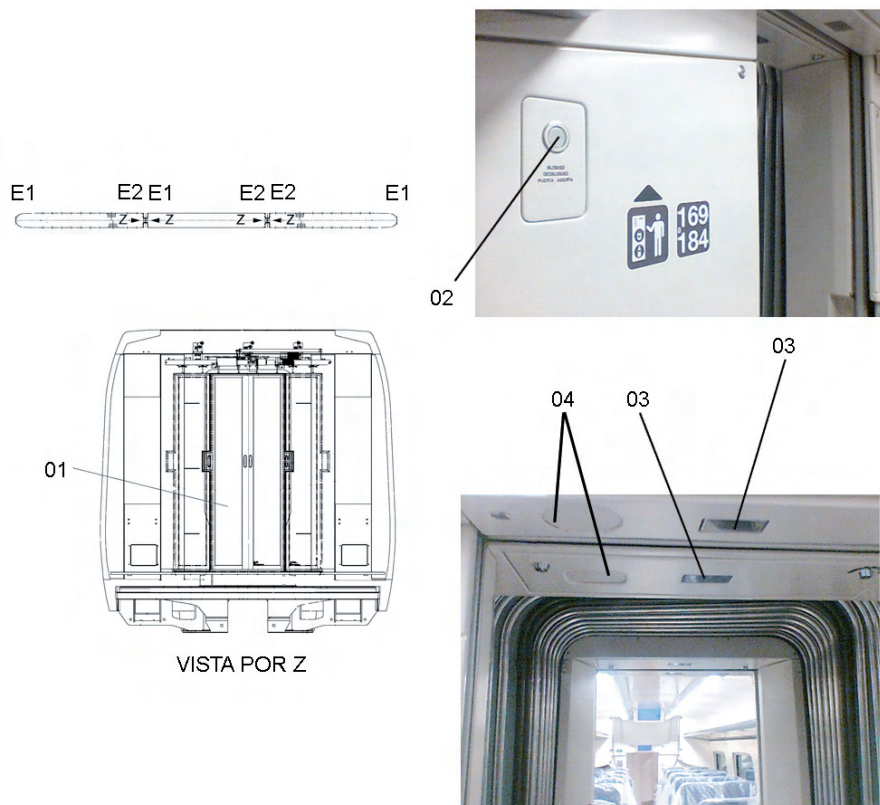

Figura 2-37. Componentes principales del sistema de puerta
2.10.1 Puertas de intercomunicación entre coches (figura 2-37)